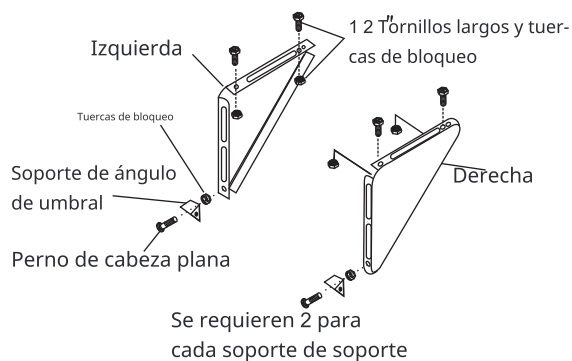

Fig.15B
2. Ensamble el soporte de ángulo de la ventana a los soportes de soporte en la posición marcada (Fig.15B). Apriete a mano, pero permita cambios más tarde.